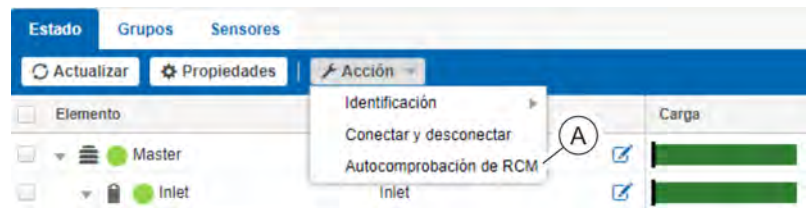

Fig. 106: Menú "Estado"
2. ➤ A través de "Acción ➔ Autocomprobación de RCM" (Fig. 106/ⓐ), seleccione la autocomprobación de RCM.